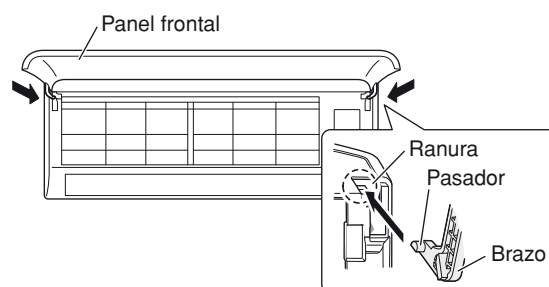

Fig. 18-1
- (1) Inserte la parte inferior de la rejilla en la aleta, con la aleta en una posición más o menos horizontal.
- (2) Cuando alinee los dos bordes de la rejilla con el bastidor, mueva horizontalmente la rejilla e inserte la parte superior y la inferior en el bastidor.
- (3) Presione firmemente la rejilla con la mano para asegurarse de que no queda espacio libre entre el bastidor y la rejilla.
- (4) Apriete los 2 tornillos y cierre las cubiertas de los tornillos.
- (5) Tome las secciones que hay cerca de los brazos del panel frontal, a ambos lados, sostenga el panel frontal de modo que esté casi horizontal, ponga los ejes de los brazos en contacto con la parte superior de las ranuras de los lados derecho e izquierdo del acondicionador de aire, y luego empuje firmemente hasta que los ejes de los brazos se acoplen con seguridad en su posición. (Fig. 18-1)